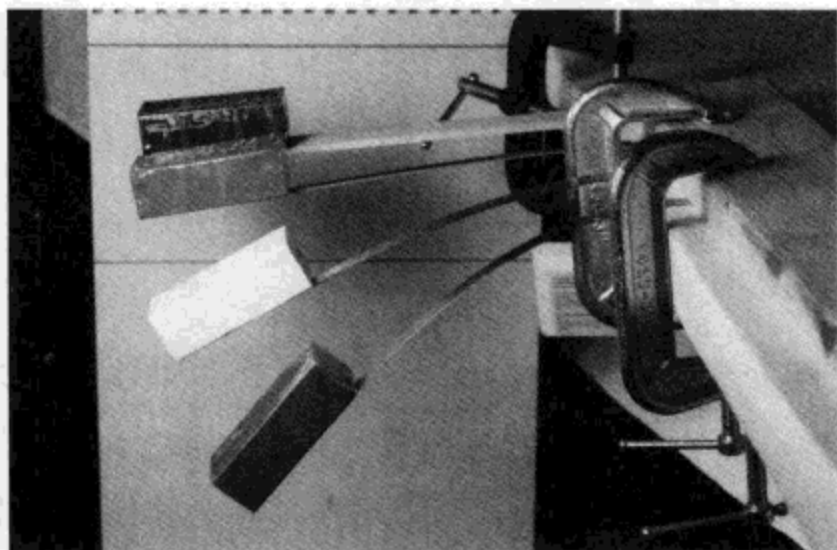

图2.4 材料测试
- (1) 4~12种由不同材料做成的长条，图2.4所示的几种材料分别为木质的搅拌筷、横截面为 $\frac{1}{16}$  in  $\times$   $\frac{1}{4}$  in 的黄铜条、横截面为 $\frac{1}{32}$  in  $\times$   $\frac{1}{2}$  in 的黄铜条、横截面为 $\frac{1}{50}$  in  $\times$   $\frac{1}{2}$  in 的钢条；
- (2) 3个C型夹；
- (3) 1  $\times$  3 小木板或硬皮书；
- (4) 4个黏土块（或其他小的重量不变的物体）；
- (5) 胶带。